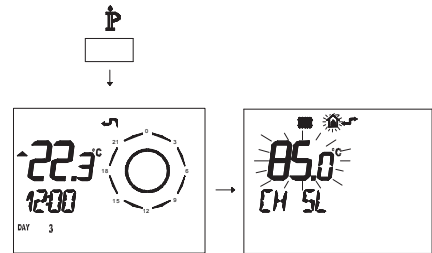

Figura 5.34
dell'impostazione fatta con i tasti 13 e 14 per un **K 1,5** è illustrato nella Figura 5.34.
- Premere per più di 3 secondi il pulsante P per entrare in modalità **INFO** (Figura 5.34).